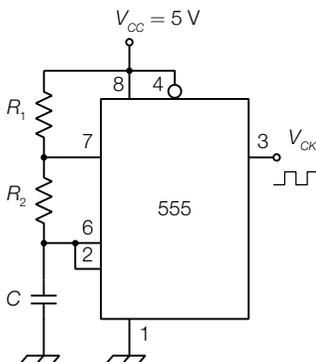

FIGURA 4 Multivibratore astabile 555 (blocco 1).
- b) Il blocco 1 è un multivibratore astabile, che può essere realizzato con l'integrato 555 nella configurazione rappresentata in FIGURA 4. Per generare un